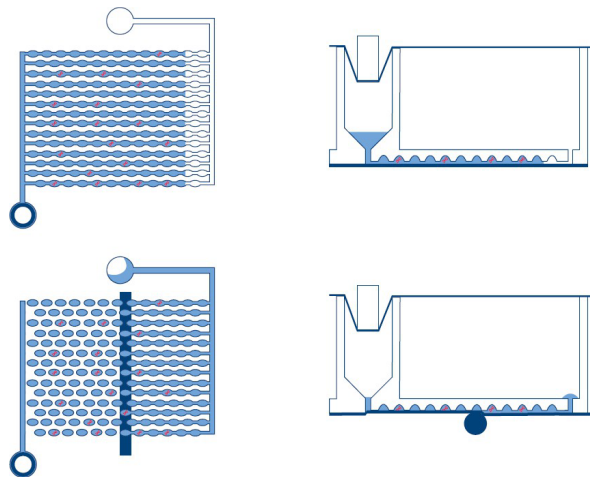

Abbildung 1. Schema der Befüllung und Partitionierung eines Wells.
- **Partitionierung:** Im ersten Gerätemodul werden die Mikrokanäle und Partitionen der Platte mit dem Probenmaterial und dem dPCR-Reaktionsgemisch gefüllt. Dies wird durch Kolbenstifte erreicht, die die elastische Oberversiegelung der Nanoplatte über jedem Well zusammendrücken. Dadurch entsteht ein Überdruck, der die Flüssigkeit aus dem Eingabe-Well in die Mikrokanäle und Partitionen pumpt. Anschließend werden die Verbindungskanäle zwischen den Partitionen durch Aktivierung eines Haftklebstoffs im druckgesteuerten Walzverfahren abgedichtet (siehe Abbildung 1).
- **Bildgebung:** Der letzte Verarbeitungsschritt ist die Bildgebung, die das Signal von jeder Partition der Nanoplatte-Well erfasst. Im Utility-Modus kann der Benutzer die Nachweiskanäle und Bildgebungseinstellungen mithilfe der Experiment-Einrichtungsfunktion in der Software Suite konfigurieren. Im IVD-Modus sind die Bildgebungseinstellungen auf optimierte Bedingungen voreingestellt und erfordern keine Konfiguration durch den Benutzer. Die Partitionen, die ein Zielmolekül enthalten, emittieren Fluoreszenz mit höherer Intensität als Partitionen ohne Zielmolekül (siehe Abbildung 1). Weitere Einzelheiten und Spezifikationen zum Bildgebungssystem finden Sie in Abschnitt 8 Technische Daten.